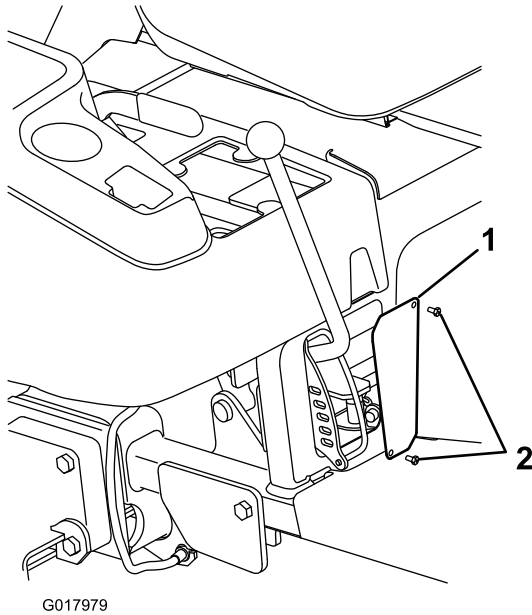

Figura 9
1. Instale la rejilla nueva en el **lado trasero** del hueco del bastidor con 2 tornillos de cabeza redonda (N° 10 x 1/2 pulgada) (Figura 9).